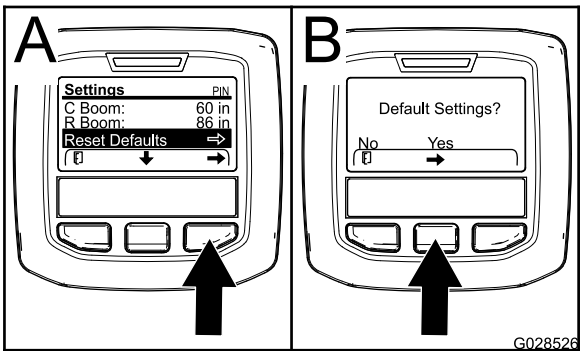

Figura 74
1. Pulse el botón de selección central para ir a la opción Restablecer predeterminados (Figura 74).
3. En la pantalla Ajustes predeterminados, pulse el botón de selección izquierdo para No o el botón de selección derecho para Sí (Figura 74).